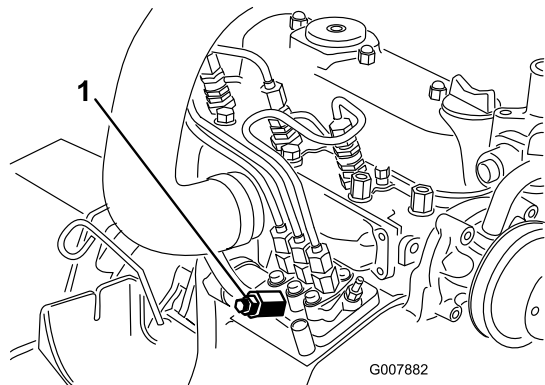

Bild 37
3. Legen Sie einen Lappen unter die Entlüftungsschraube an der Kraftstoffeinspritzpumpe und öffnen Sie sie (Bild 37).